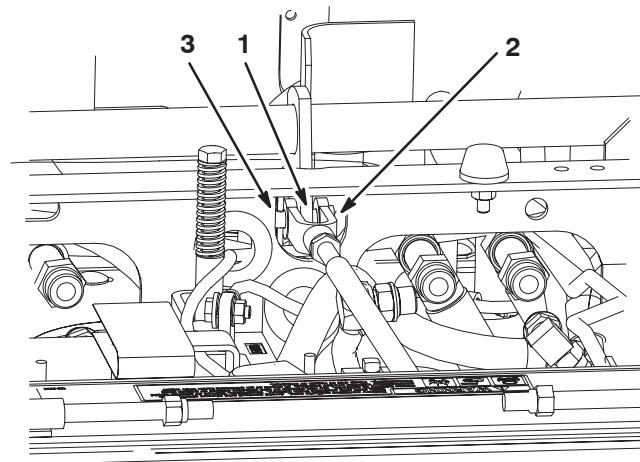

Figure 58
5. Retirez l'axe et la goupille fendue de la timonerie de freins (Fig. 58).
6. Réglez la chape dans le sens horaire pour réduire l'écartement, et dans le sens anti-horaire pour augmenter l'écartement (Fig. 58).